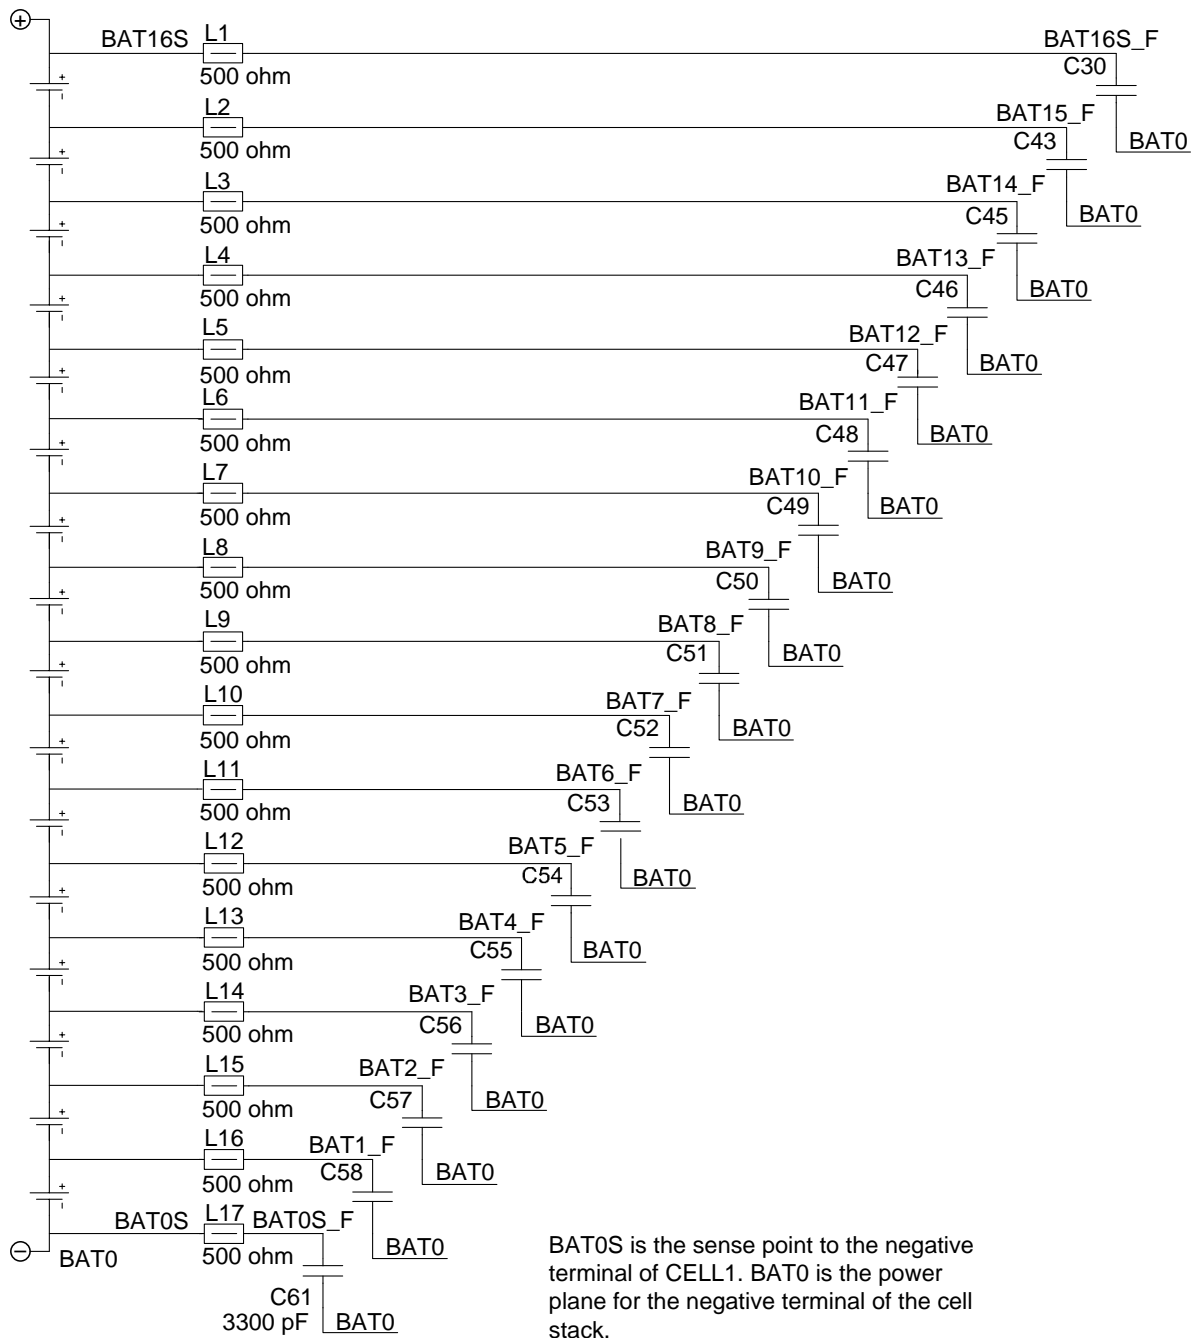

图 29. 电芯输入上的 EMC 滤波器
- 在每个电芯输入与电池组（图 29 中的 BAT0）之间添加一个 0.0033μF 的电容。电容值根据 PCB 布局布线要求和应用的现场条件进行调整。